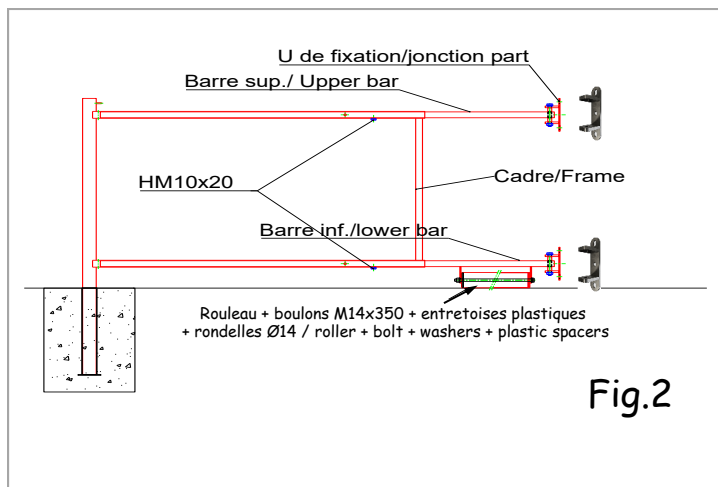

Fig.2
- Monter les rouleaux de déplacement sur les barres inf. suivant Fig.2
- Emmancher les cadres dans les fourreaux préalablement scellés => Fig. 2
- Glisser les barres inf. et sup. dans les cadres et les immobiliser en serrant légèrement les vis HM10x20 => Fig.2 et 4
- Monter les U de fixation sur les barres inf. et sup. avec les vis HM 12x120 + rondelles + écrous frein => Fig.2
- Fit the goal rollers on the lower bars like Fig.2
- Insert the frames into the previously sealed sleeves => Fig. 2
- Slide the upper and lower bars in the frames and secure them by slightly tightening the screws HM10x20 => Fig.2 and 4
- Mount the fixing U on the upper and lower bars with screws HM 12x120, washers and lock nuts => Fig.2